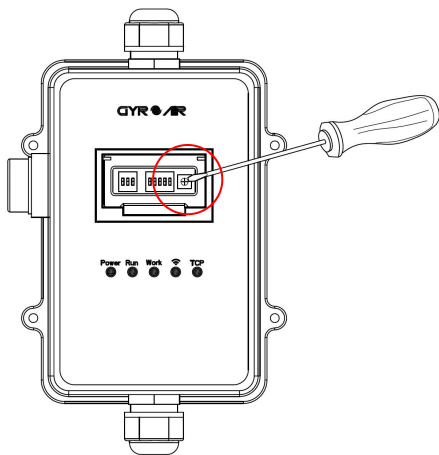

图 9
1) 联动器配对成功后，启动用户尘源设备，用平口螺丝刀顺时针旋转调节旋钮到底，如图 9 所示；